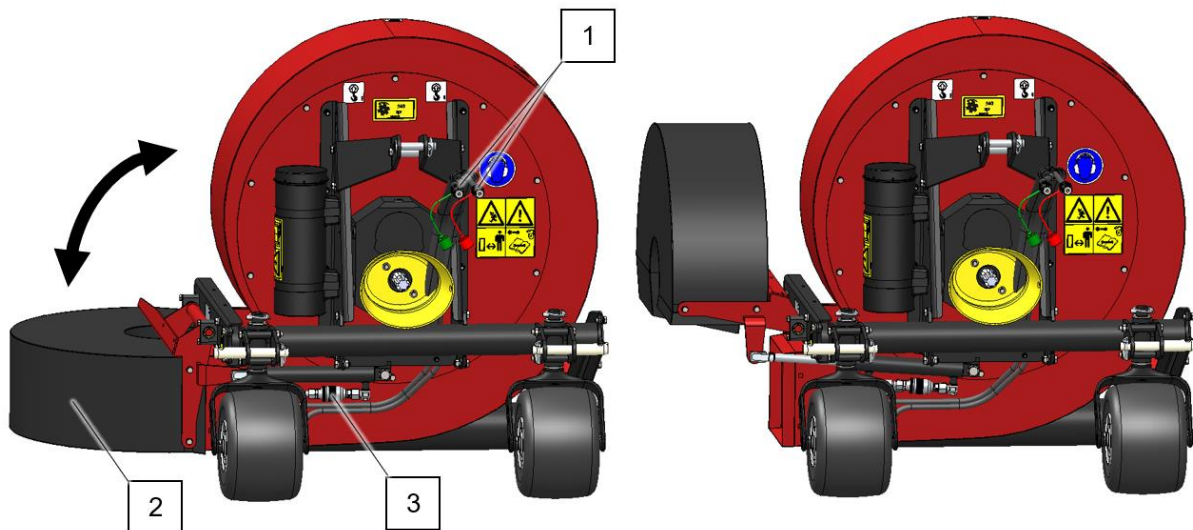

Fig. 8
Middels de hydraulische aansluiting ((1) Fig. 8) kan de stand van de omkeerbocht (2) worden bepaald. Hierdoor wordt de lucht naar links, rechts of aan beide zijde van de machine uitgeblazen. Middels de smookklep (3) kan de snelheid van de verstelling worden gereguleerd.